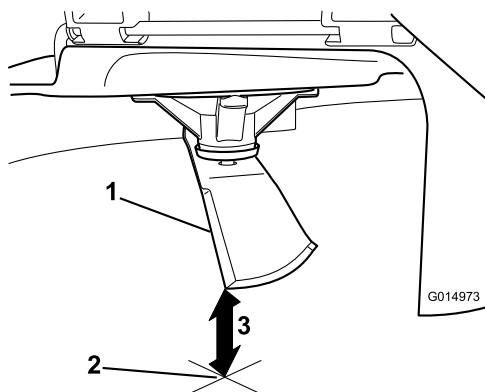

Figura 44
5. Mida desde la punta de la cuchilla hasta la superficie plana (Figura 44).